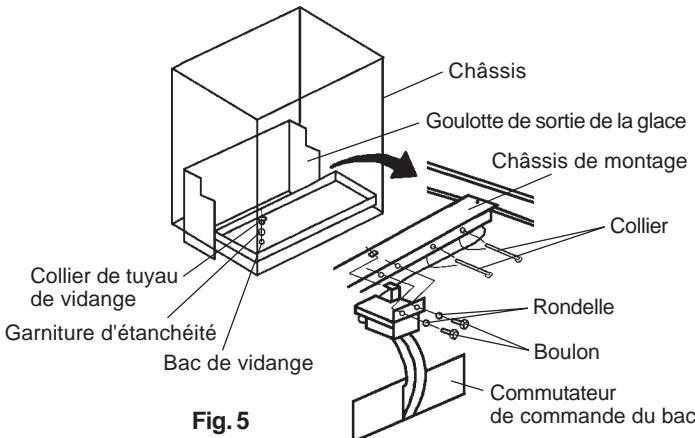

Fig. 5
- 6) Retirez le collier de tuyau de vidange et le bac de vidange. Fixez le commutateur de commande du bac au châssis de montage à l'aide des deux boulons et rondelles plates fournis. Attachez le câble du commutateur de commande du bac à l'aide des deux colliers de nylon. Placez la goulotte de sortie de la glace sur le châssis et replacez le bac de vidange dans sa position correcte. Voir Fig. 5.